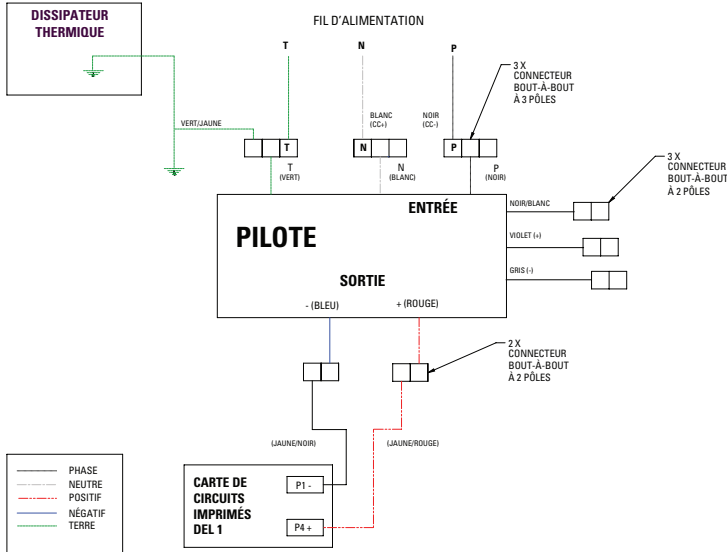

Figure 2
2. Tous les composants du réflecteur sont précâblés; ainsi, il ne reste qu'à raccorder le fil de phase, le fil neutre et le fil de mise à la terre du luminaire aux connecteurs Wago fournis à l'aide des méthodes conformes aux codes en vigueur. Voir la figure 2 pour le schéma de câblage.